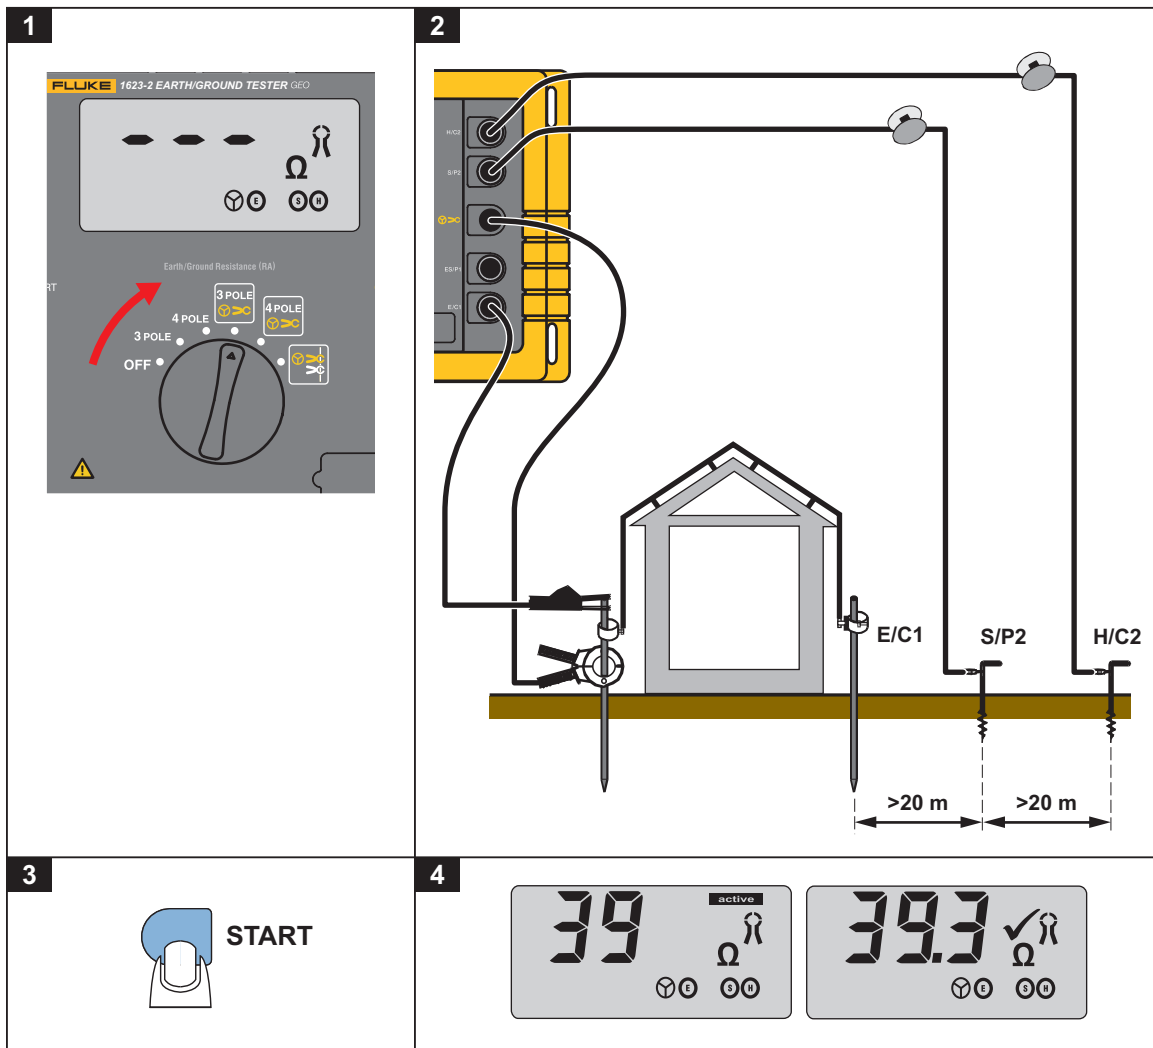

Figura 6. Medición de resistencia selectiva  $R_A$  de 3 polos con pinza de corriente
1. Seleccione **3 POLOS** . Consulte la Figura 6.